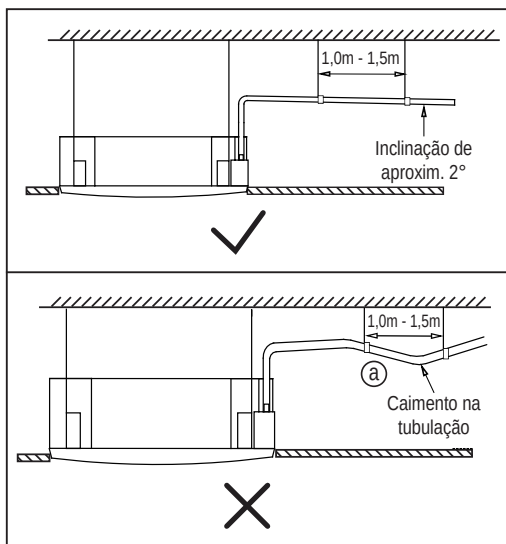

FIG. 23
- Para evitar que a tubulação tenha caimentos ("a" no exemplo da fig. 23), utilize fios/cabos suspensos a cada intervalo de 1 m - 1,5 m.